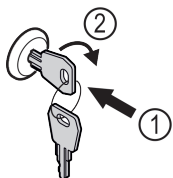

Fig. 133 Primjer izgleda
- Uvucite ključ Fig. 133 (1).
- Okrenite ključ za 90° nadesno Fig. 133 (2).